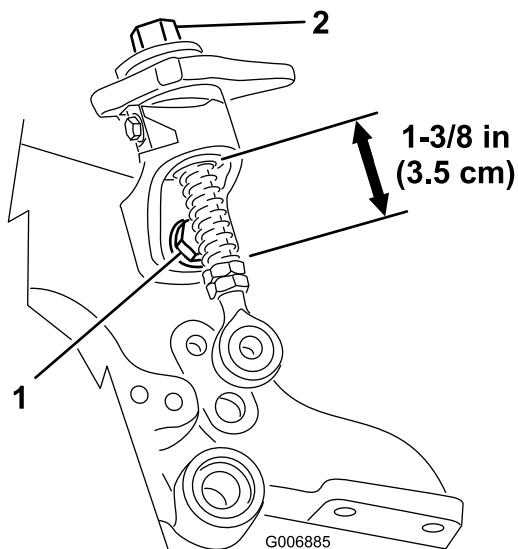

Bild 47
2. Lösen Sie die Express-Hubbefestigungsschraube und stellen Sie sicher, dass die Gewindestange ausgerichtet ist und nicht an der unteren Express-Hubrampe anschlägt (Bild 47). Ziehen Sie die Schrauben wieder an.
3. Prüfen Sie die Länge der Express-Hufedern an den Gewindestangen. Die Länge sollte 35 mm betragen (Bild 47).
4. Wenn sich das Handrad zur Höheneinstellung nicht ungehindert dreht, ist die Büchse möglicherweise schmutzig (Bild 47). Reinigen Sie ggf. die Büchse.